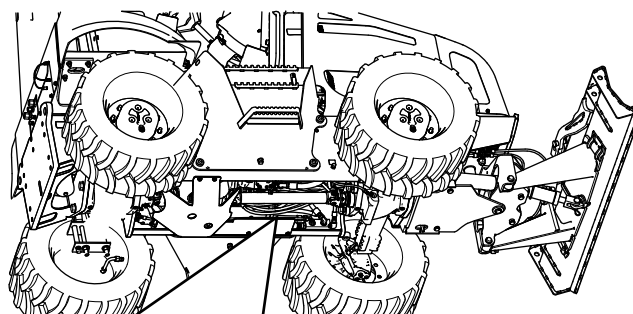

Figura 62
2. Conecte la pistola de engrasar al engrasador del acoplamiento deslizante del extremo delantero del árbol de transmisión, y bombee 2 o 3 aplicaciones de grasa en el engrasador (Figura 62).
3. Conecte la pistola de engrasar al engrasador de la junta cardán del extremo delantero del árbol de transmisión, y bombee 2 o 3 aplicaciones de grasa en el engrasador (Figura 62).
4. Conecte la pistola de engrasar al engrasador de la junta cardán del extremo trasero del árbol de transmisión, y bombee 2 o 3 aplicaciones de grasa en el engrasador (Figura 62).